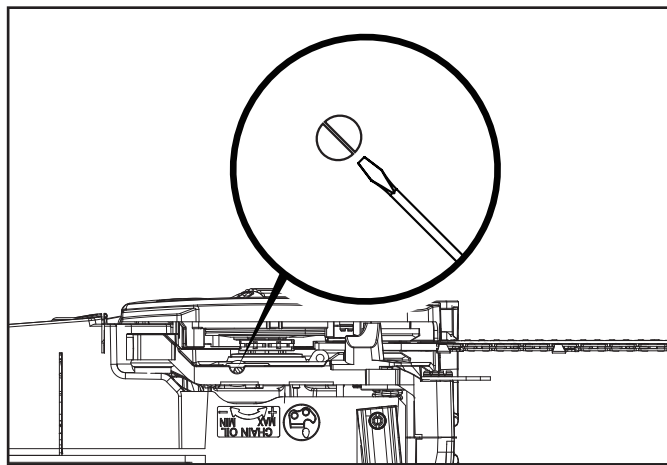

Figure 23
- Pour augmenter le débit d'huile, tournez la vis de réglage du graisseur automatique dans le sens antihoraire avec un tournevis à tête plate (Fig. 23).
- Pour diminuer le débit d'huile, tournez la vis de réglage du graisseur automatique dans le sens horaire avec un tournevis à tête plate (Fig. 23).